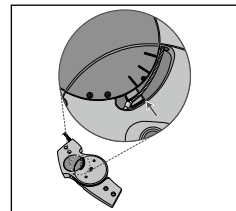

Abb. 5
3. Kontrollieren Sie dann, ob sich der Schlitten, an dem das Satellitenkabel eingehängt ist, an der unteren Markierungslinie der Funktionseinheit befindet (**siehe Abb. 5**).
12. Überprüfen Sie nochmals die Position des Schlittens (3. Modus) in der Funktionseinheit (**siehe Abb. 5**).